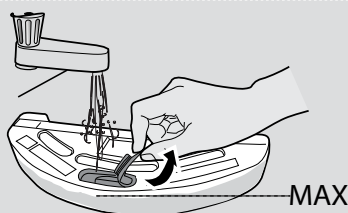

Fig. 14
2. Open de rubberen dop van de watertank, vul hem met water en sluit hem weer. [Fig. 14]